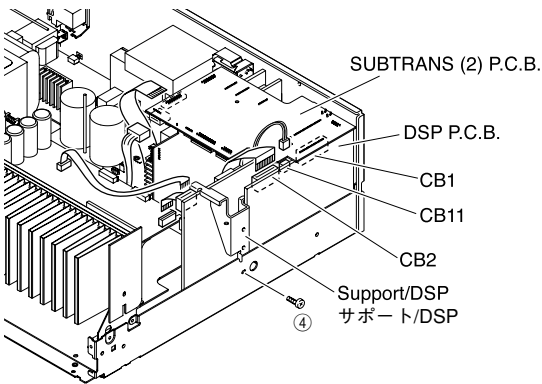

Fig. 2
- a. Remove 1 screw (④). (Fig. 2)
- c. Remove CB2 and CB11. (Fig. 2)
- d. Lift up the SUBTRANS (2) P.C.B. and remove the CB1. (Fig. 2)
- e. Remove the DSP P.C.B. with the Support/DSP. (Fig. 2)
- a. ④のネジ1本を外します。(Fig. 2)
- c. CB2、CB11を外します。(Fig. 2)
- d. SUBTRANS (2) P.C.B.を上部に浮かせCB1を外します。(Fig. 2)
- e. DSP P.C.B.をサポート/DSPと共に取り外します。(Fig. 2)